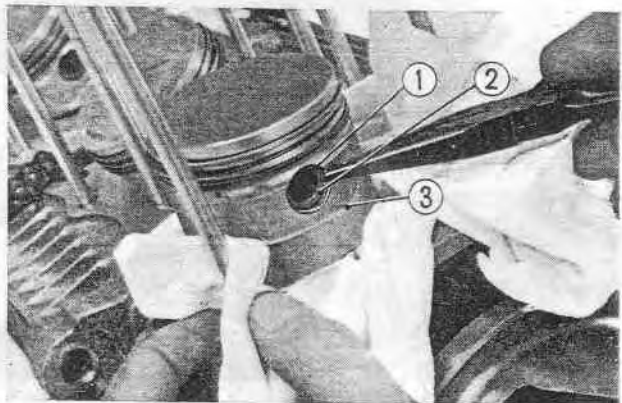

Fig. 3-58 ① Attache d'axe de piston
2. Enlever l'attache d'axe de piston, sortir l'axe de piston et dégager le piston de la bielle. (Fig. 3-58)